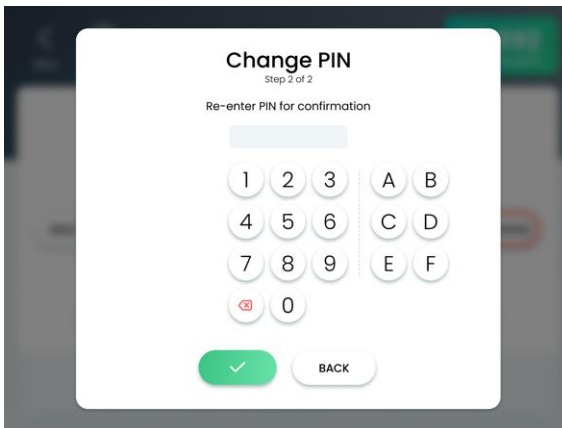

Figura 6-11. Pantalla de cambio de PIN (paso 2 de 2)
5. Pulse el botón **Confirmar**; el botón **Change PIN** (Cambiar PIN); aparecerá la pantalla Change PIN (Step 2 of 2) (Cambiar PIN [Paso 2 de 2]), como se muestra en la Figura 6-11.